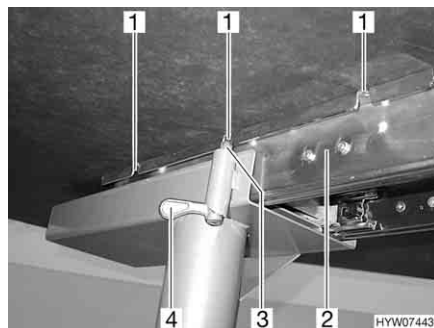

Fig. 37 Tavolo fisso con piede del tavolo ancorato
- Ruotare il chiavistello (Fig. 37,4) sul lato inferiore del tavolo in senso antiorario. Il perno del chiavistello (Fig. 37,3) viene sbloccato.
- Spingere il piano del tavolo sulle barre (Fig. 37,2) fino alla posizione desiderata (Fig. 37,1).
- Ruotare il chiavistello (Fig. 37,4) in senso orario.
- Spostare il piano del tavolo finché il perno del chiavistello (Fig. 37,3) non scatta nella posizione di arresto (Fig. 37,1).